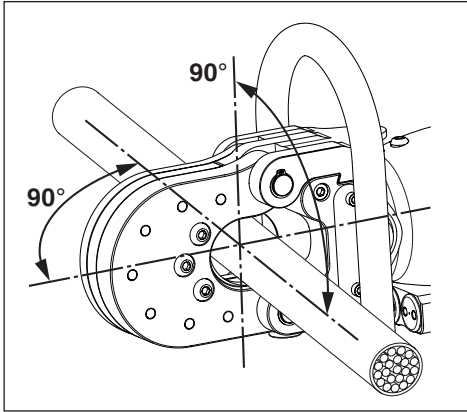

图 9，在切割头中放置切割材料
将切割材料放置在切断机刀片之间，使其与活塞轴垂直，如图 9 所示。这样能确保最佳的切割质量，同时使切断机的负载达到最少。
4. 将切割材料放置在固定刀片和移动刀片之间。确保切割材料与活塞轴垂直，如图 9 所示。如需获取更多信息，请参见第 9.5 节的说明。